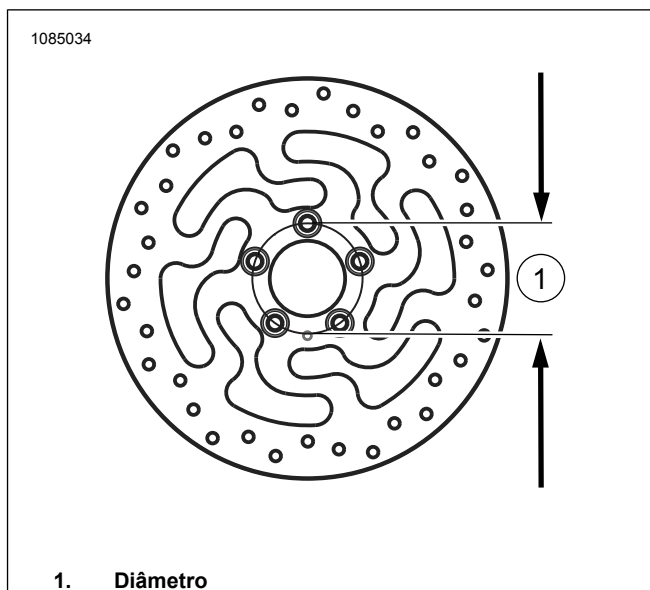

Figura 1. Diâmetro do orifício de montagem do disco
1. Ver a Figura 1. Retire e desmonte o conjunto da roda dianteira existente. Se o diâmetro do disco de travão dianteiro não medir 3,25 pol., descartar os discos. Para a instalação do kit, guardar o eixo, a porca do eixo e os espaçadores da roda. Veja o manual de serviço.